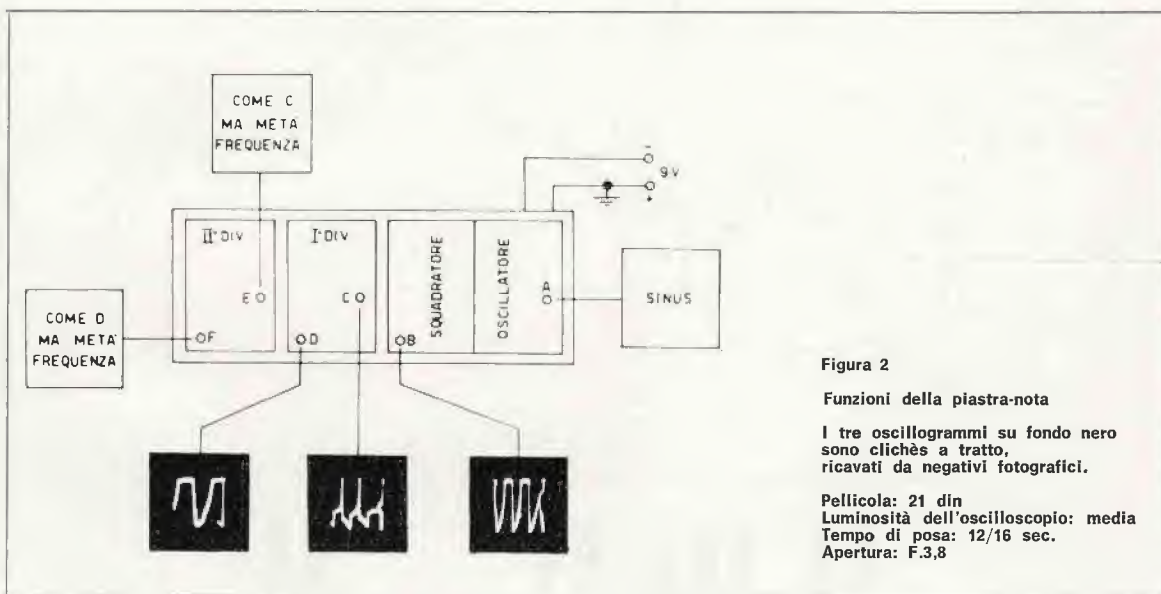

Figura 2
N.B. Tenere presente che la frequenza del punto B è uguale a quella di C (e quella di D è uguale a quella di E, come si può vedere dagli oscillogrammi di figura 2).